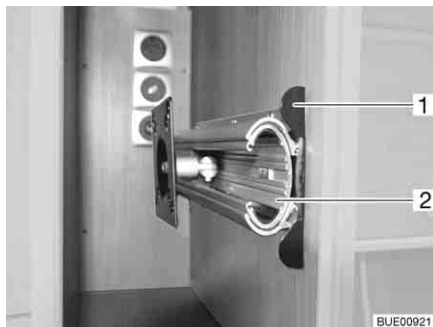

Bild 50 Fäste i TV-skåp
- Tryck in låslisten (Bild 50,1).
- Drag ut utdragsanordningen (Bild 50,2) till stoppläget.
- Skjut in utdragsanordningen (Bild 50,2), tills låslisten (Bild 50,1) hakar i.